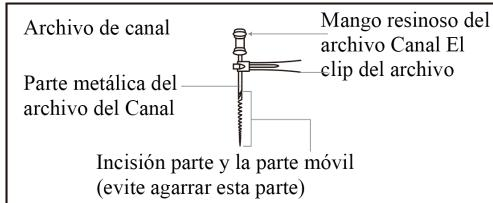

Imagen 21
- Cuando agarre el conducto radicular con una lima de aguja, agarre la parte superior del metal parte (cerca del conducto radicular en el mango de la aguja). Si agarra la parte inferior (cuchilla o parte móvil), desgastará la parte metálica de la carpeta de archivos y la parte de resina. [Imagen 21]